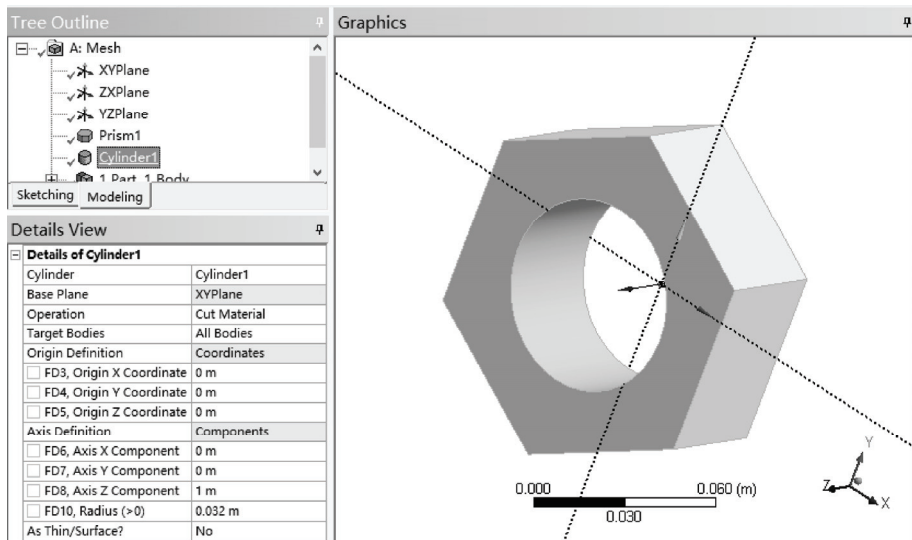

图 4-17 创建圆孔
- 8) 在工具栏中单击 Generate 按钮生成图形, 得到的细节窗口和模型如图 4-17 所示。